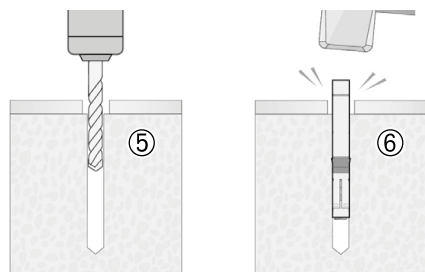

Fig. 3.17 - Forare e inserire il bullone
- Forare la parete nei punti segnati con una profondità minima di 60 mm (5, Fig. 3.17). Pulire i fori dalla polvere.
- Inserire i bulloni a espansione M8 nei fori praticati sulla parete (6, Fig. 3.17).